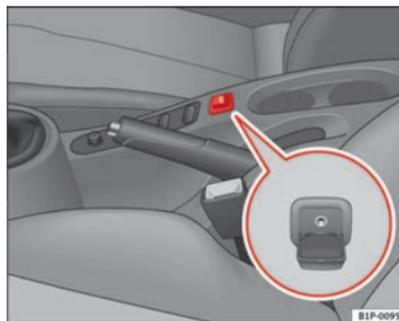

Fig. 101 Connettore per l'ingresso audio ausiliare
- Alzare il coperchio AUX ⇒ fig. 101.